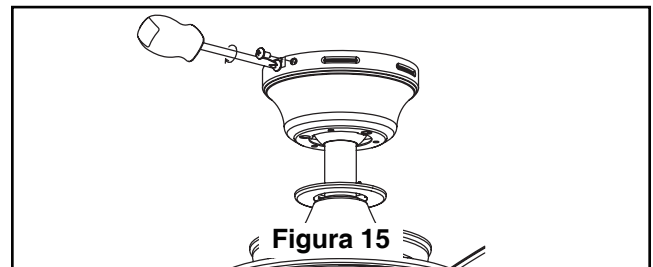

Figura 15
- ☐ 2. Gire en el sentido de las agujas del reloj para asentar los tornillos en la parte correcta de la ranura y fíjelos adecuadamente. A continuación fije los dos tornillos que extrajo en el paso 1. (Figura 15)